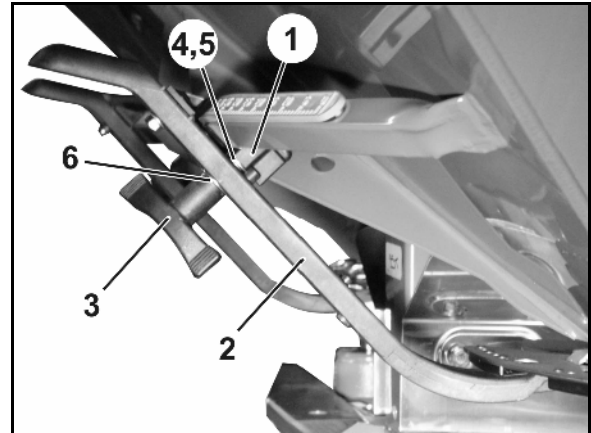

Fig. 66
6. Klemmvorrichtung (Fig. 66/1) für Stellhebel (Fig. 66/2) wie folgt einrichten:
- 6.1 Flügelmutter (Fig. 66/3) abschrauben.
- 6.2 Schraube herausnehmen und die Position der beiden Unterlegscheiben (Fig. 66/4) von hinten (Fig. 66/5) nach vorn (Fig. 66/6) tauschen.